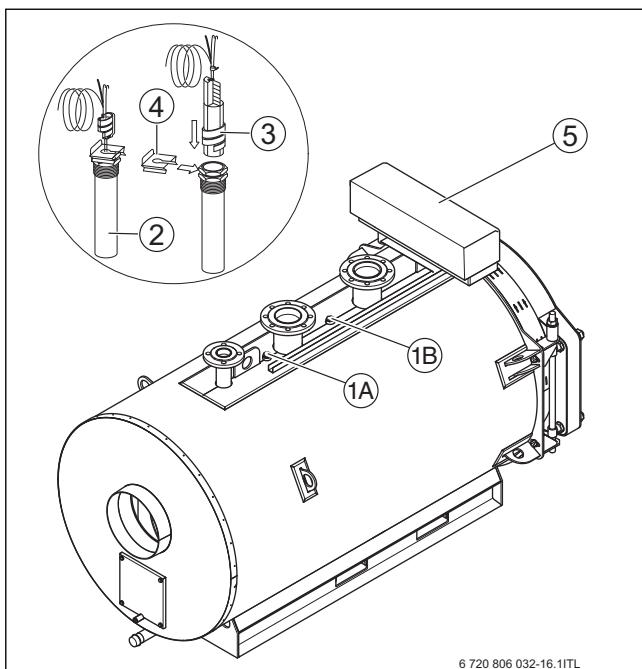
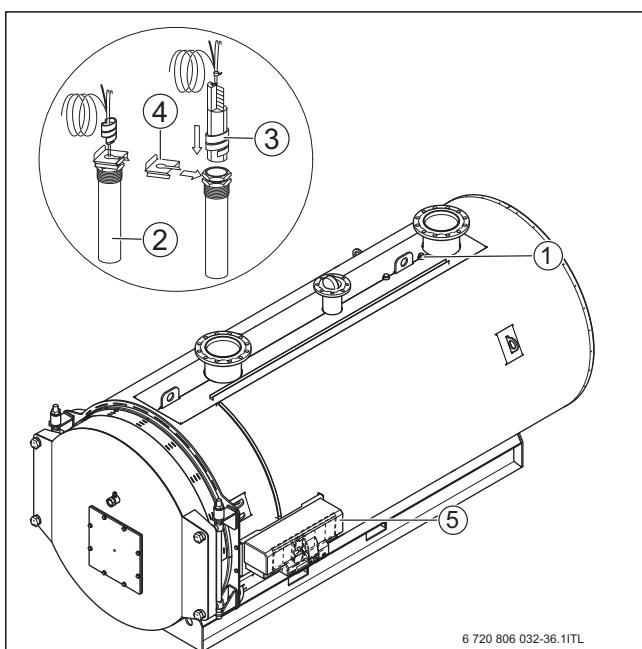

Рис. 25 Установка комплекта датчика температуры SK655/SK755
Рис. 26 Установка комплекта датчика температуры SK655/SK755
Датчики предохранительного ограничителя температуры (STB) и регулятора температуры (TR) **должны** устанавливаться в точке замера на верхней стороне котла (→ рис. 25 и рис. 26).
- Вставьте комплект датчика (→ рис. 25, стр. 23, [3]) до упора в гильзу [1].